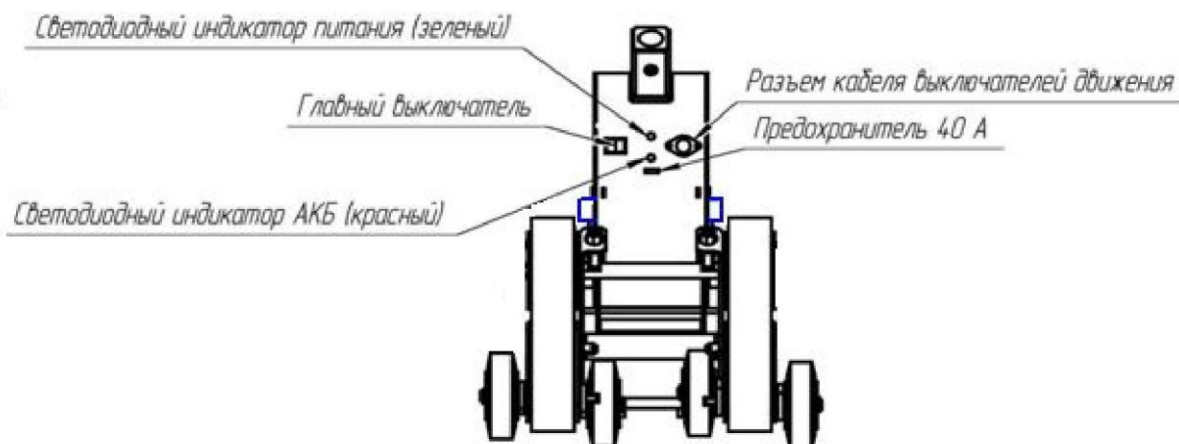

Рис.6. Элементы системы управления
4.1. Главный выключатель (Рис.6) выполняет функцию подключения бортовой сети подъемника к источнику питания и имеет два фиксированных положения :
- 2) С помощью зацепов съёмной опоры (Рис.6а) под кресло-коляску с закреплением её винтом к основанию рулевой колонки.
Рис.6а. Установка съёмной опоры
- включить главный выключатель (Рис.6) , светодиодный индикатор должен светиться зеленым светом;
- поставить подъемник в удобное место для установки на него кресла-коляски с пассажиром, освободить основание рулевой колонки от фиксирующих защелок, соединяющих его с гусеничным агрегатом (Рис.6б, 6в);
- освобождение от защелок производить рукой, поднятием защелок вверх (Рис.6б,6в);
Рис.6б. Фиксирование кронштейна рулевой колонки
Рис.6в. Фиксирование кронштейна рулевой колонки
Рис.6д. Наклон кронштейна рулевой колонки для фиксирования спинки кресла
- приложив небольшое усилие, отвести рулевую колонку движением на себя вниз, до зацепления рулевой колонки защелками (Рис.6д);